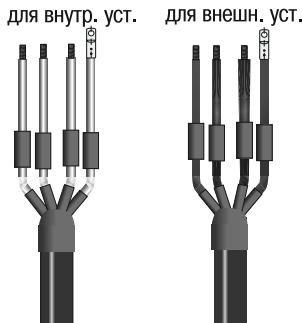

Рисунок 4
4.8 Надеть на жилы трубы изоляции наконечников (рисунок 4).